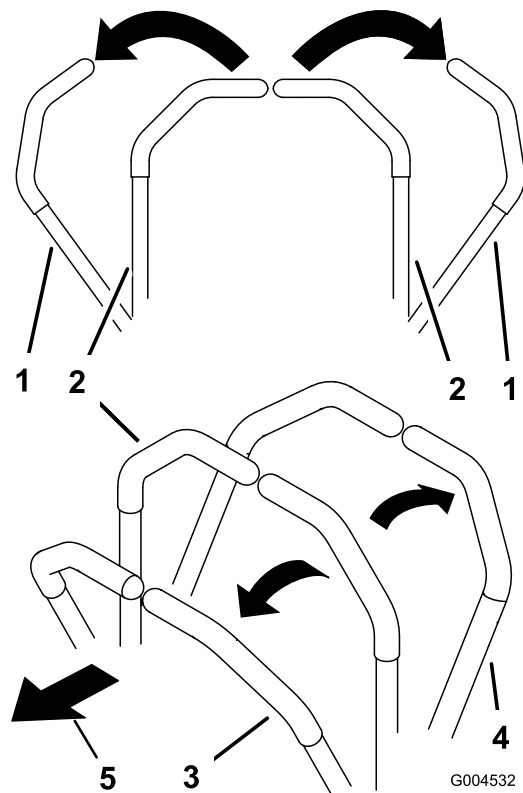

Figura 24
- Para ir hacia adelante en línea recta, empuje lentamente las palancas de control de movimiento hacia adelante (Figura 24).
- Para ir hacia atrás en línea recta, tire lentamente de las palancas de control de movimiento hacia atrás (Figura 24).
- Para girar, ralentice la máquina tirando hacia atrás de ambas palancas, y luego empuje hacia adelante la palanca del lado opuesto del sentido de giro (Figura 24).